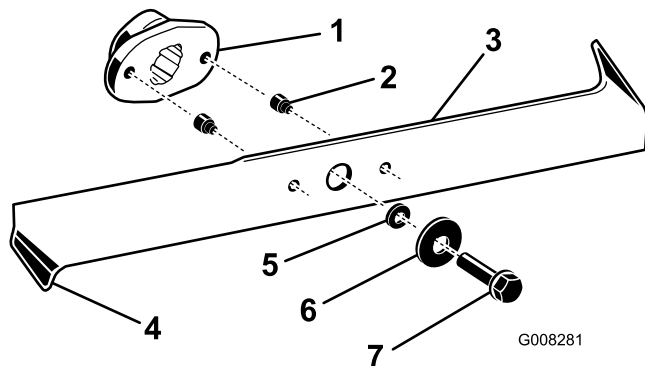

Figure 38
2. Examinez le tranchant des lames (Figure 38). Si elles ne sont pas tranchantes ou si présentent des indentations, déposez et affûtez les lames (voir Aiguisage des lames).
4. Si les goupilles de cisaillement sont cassées, remplacez-les immédiatement (Figure 38).
3. Enlevez les boulons, les rondelles et les lames (Figure 38). Pour enlever le boulon, bloquez éventuellement la lame en introduisant une cale en bois entre la lame et le carter de tondeuse.
3. Inspectez les lames, surtout les bords recourbés (Figure 38). Si vous remarquez que les lames sont
1. Montez les lames, les rondelles et les boulons de fixation (Figure 38).